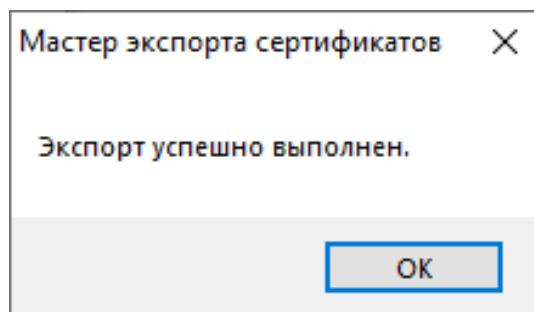

Рисунок 526 - Экспорт успешно выполнен
10. Экспорт успешно выполнен. Нажмите **OK** (Рисунок 526).